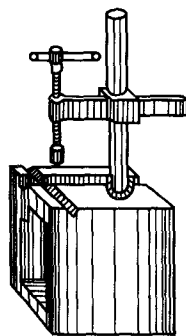

图 2-19 方箱
(4) 方箱 方箱（图 2-19）一般是由灰铸铁经精刨、刮研而成的空心立方体，有 100mm×100mm、200mm×200mm 等多种规格。方箱各表面有很高的加工精度，一般应达到在任一 25mm×25mm 范围内的接触点 ≥ 25 点，平面度 $< 0.005\text{mm}$ ，相邻各面的垂直度 $< 0.01\text{mm}$ ，相对各面的平行度 $< 0.005\text{mm}$ 。